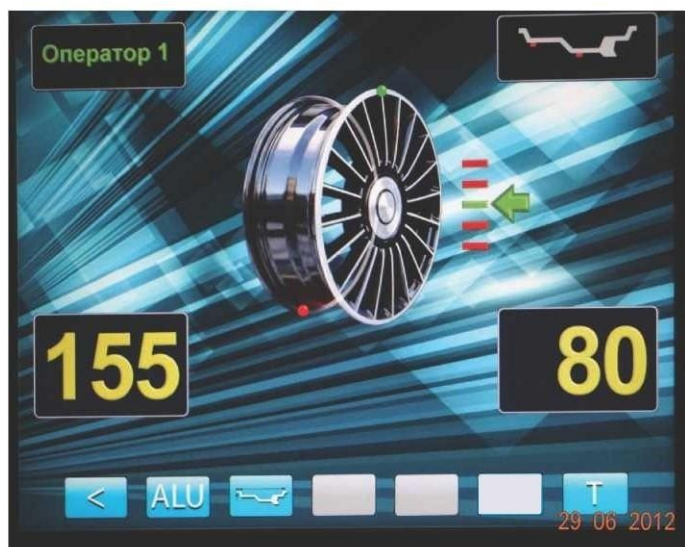

Рис. 13.1
13.1.6. Запустите СБ, опустив защитный кожух, либо нажав кнопку «START». На экране основного рабочего режима изображение диска колеса начнёт вращаться. После окончания цикла измерения автоматически включится тормозное устройство и вал СБ остановится. В окнах 1 и 4 появятся значения масс балансировочных грузов в граммах, а на изображении диска появятся две красные точки, отмечающие места их установки (рис.13.1).